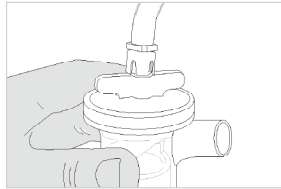

Abbildung 25
- Schließen Sie den Schnellanschluss des weißen Schlauchs an der Gehäuserückseite des Phasitron® an. **(Abb. 25)**